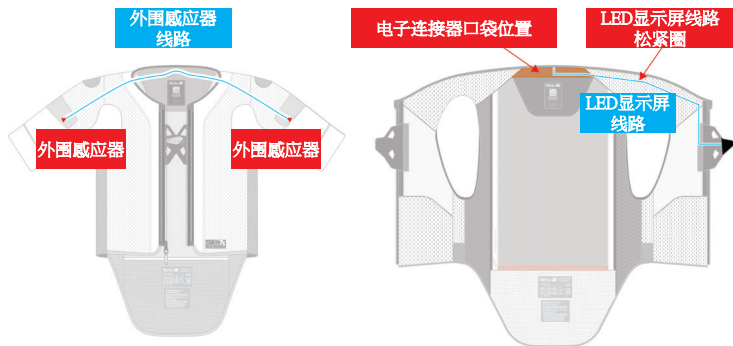

图 15：电子元件在系统底层 (1) 上的位置；
2. 拆卸电子元件。将各种电子元件（包括 LED 显示屏 (2) 和外围传感器）与底层 (1) 分离，取下它们（图 15）。要卸下 LED 显示屏 (2)，请打开前挡板 (3) 下方的尼龙搭扣，然后将 LED 显示屏 (2) 轻轻穿过背心的开口。取下 LED 显示屏 (2) 时，请小心将 LED 电子板穿过用于正确定位电缆的松紧环（位于肩部）。拆卸外围传感器时，从肩部内部进入，打开尼龙搭扣，将传感器从口袋中取出。最后，进入背部上部的口袋，将尼龙搭扣打开，以免妨碍取出各种部件。